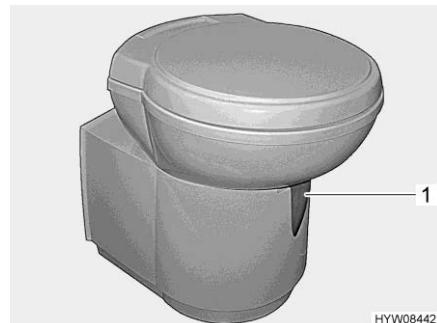

Fig. 198 Tazza del WC Thetford (orientabile)
- Prima di tirare l'acqua, aprire il cursore della toilette Thetford. A tal fine girare la leva del cursore (Fig. 198,1) in senso antiorario.